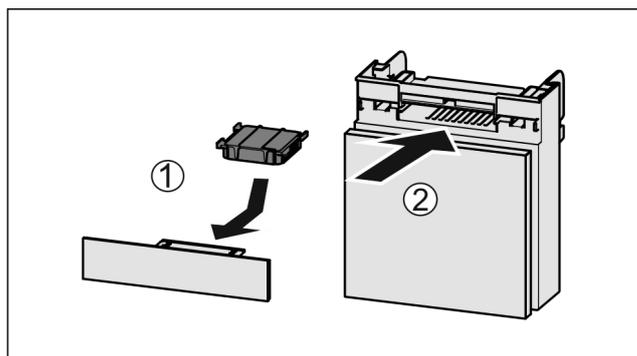

Fig. 40
- ▶ Поставете Fig. 40 (1) филтъра с активен въглен, както е показано на фигурата.
- ▶ Вкарайте Fig. 40 (2) отделениято.